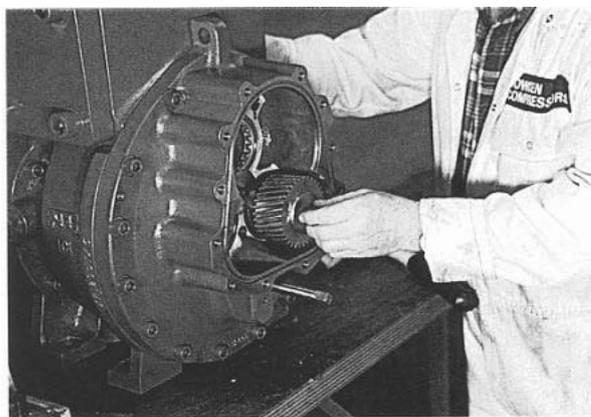

Рис. 152
40. Используйте Loctite 243 для затяжки крепежного винта и шайбы подшипника до требуемого крутящего момента - 20 Нм. (Рис. 152)